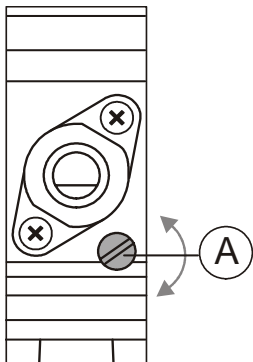

Bild 8 Hahn des Oberflächenbrenners
- die Flamme beobachten und die Regulierschraube "A" (Bild. 8) drehen, um eine kleine Flamme einzustellen, die aber bei einer Zugluft oder bei schnellem umstellen von voller Flamme zu Sparflamme und umgekehrt nicht ausgeht. Die Einstellung ist richtig, wenn der Flammenkern die Form eines grün-blauen, ca. 2-4 mm hohen Kegels hat,